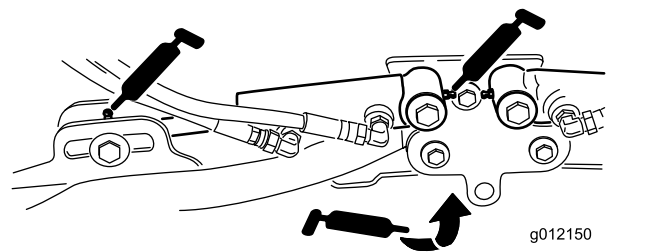

図 71
- 昇降アームのシリンダ各カッティングユニットの2ヶ所 **図 71**
- 昇降アームのピボット各アームに1ヶ所 **図 71**